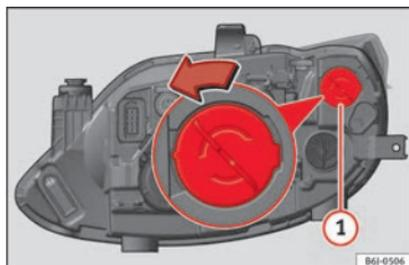
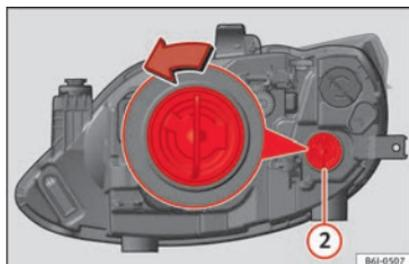

Fig. 89 Feu DRL (feu de circulation de jour) du phare simple.
Fig. 90 Clignotant du phare simple.
- Tournez le porte-ampoule » fig. 89 (1) ou » fig. 90 (2) vers la gauche puis tirez.